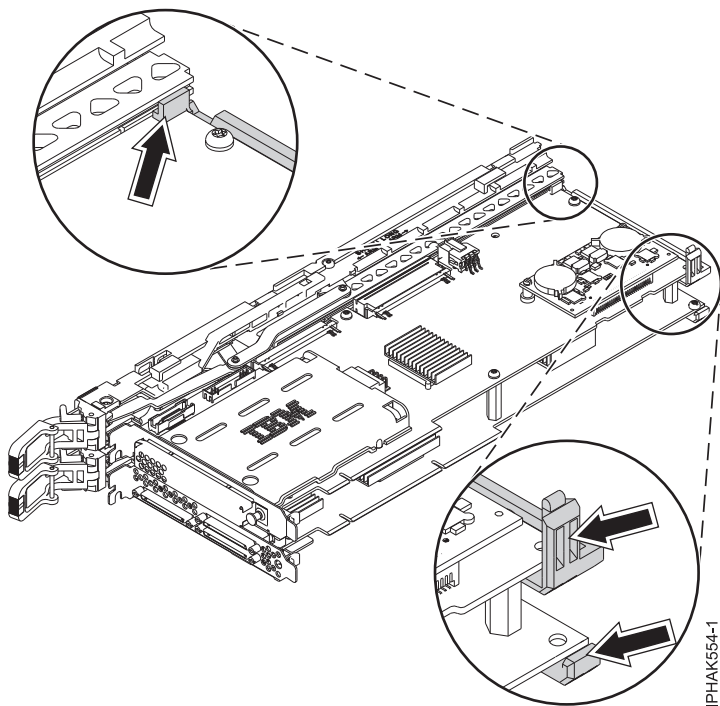

図 56. カセット・アセンブリーへのダブル幅アダプターの取り付け
- b. カセット・アセンブリーの後部アームのノッチを、ダブル幅アダプターの後端に取り付けます。図 56を参照してください。 カセット・アセンブリーの上部右方をアダプターに接続する場合、スライダーが正しい位置に収まるように調節する必要があります。